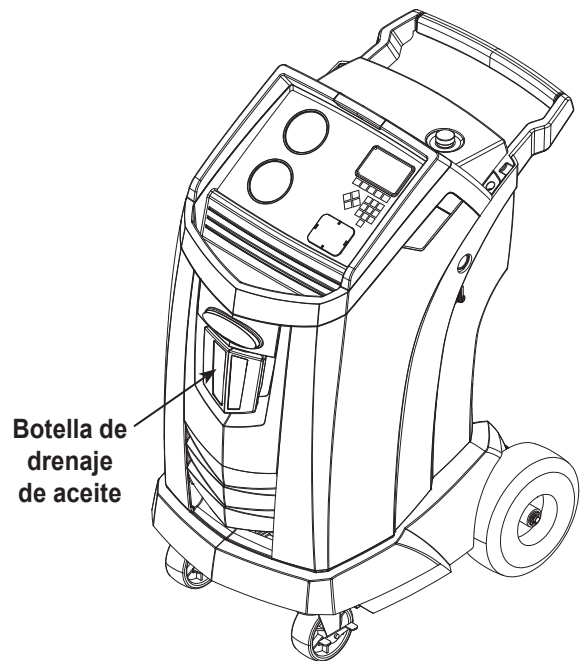

Figura 5
3. Retire la botella de drenaje de aceite (consulte la Figura 5) de la máquina Robinair. Drene la botella de aceite y deseche el aceite de acuerdo con las regulaciones respectivas. Vuelva a instalar la botella de drenaje de aceite en la parte delantera de la máquina.